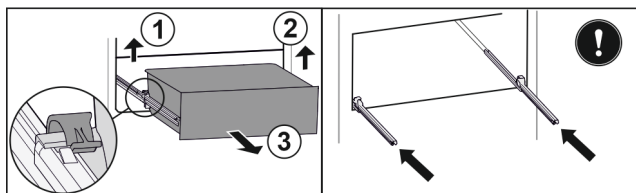

Fig. 149
- ▶ Ridicați clema din stânga și trageți concomitent sertarul din stânga spre înainte. Fig. 149 (1)
- ▶ Ridicați clema din dreapta și trageți concomitent sertarul din dreapta spre înainte. Fig. 149 (2)
- ▶ Extrageți sertarul spre înainte. Fig. 149 (3)